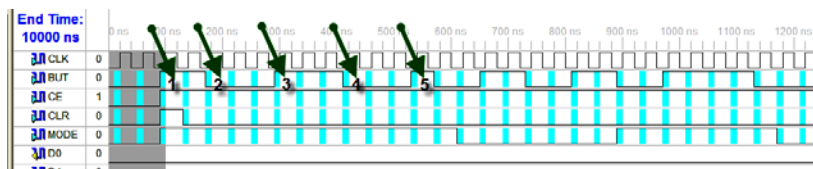

Рис. 20. Задание тестовых сигналов
10. Задание тестовых сигналов производится путем нажатия левой клавиши мыши при установке маркера мыши в том месте, где необходимо изменить уровень сигнала на противоположный. Так, при щелчке мышью в точке 1 (рис. 20) значение сигнала *BUT* становится равным 1 до точки конечного времени моделирования. При следующем щелчке в точке 2 значение сигнала *BUT* устанавливается равным 0 и т. д.